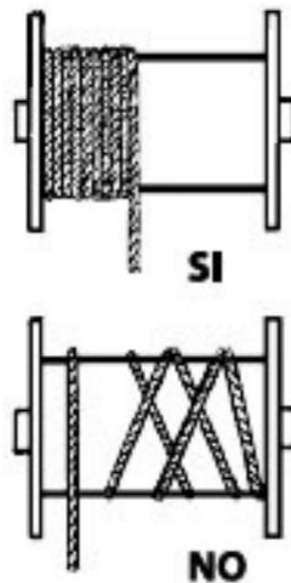

FIG. 12 — Enroulement du câble sur le tambour : correct et incorrect
- 7) Pendant l'utilisation, assurez-vous en permanence que le câble s'enroule correctement sur le tambour, spire contre spire, sans relâchement ni chevauchement. Si ce n'est pas le cas, déroulez le câble et rembobinez-le correctement en le maintenant toujours sous tension (FIG. 12).